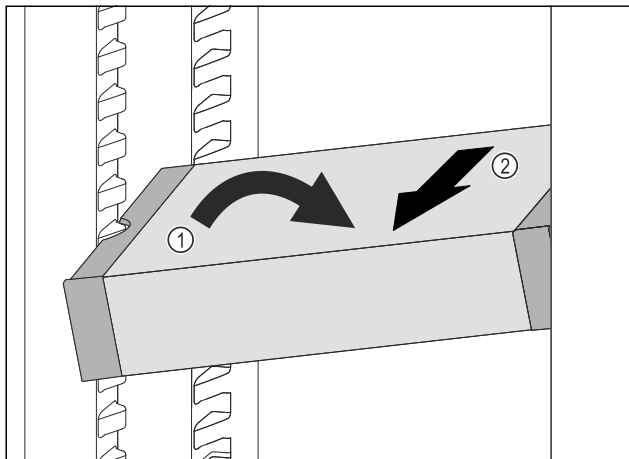

Fig. 141
- Ukosite ladicu VarioSafe u hladnjaku. Fig. 141 (1)
- Izvadite ladicu VarioSafe prema naprijed. Fig. 141 (2)